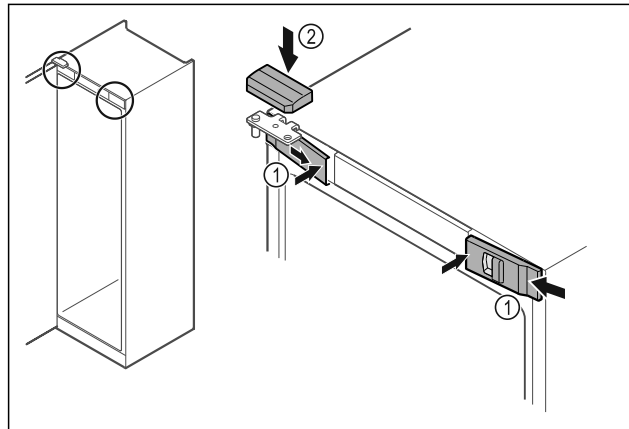

Fig. 54
- ▶ Z boku założyć przednie osłonki Fig. 54 (1) i zacześcić.
- ▶ Górną osłonkę Fig. 54 (2) zacześcić od góry.